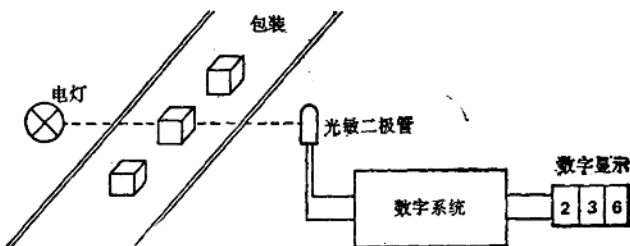

图 1-20
6. 图 1-20 示出了一个计算传送带上包装箱个数的电路的方框图。